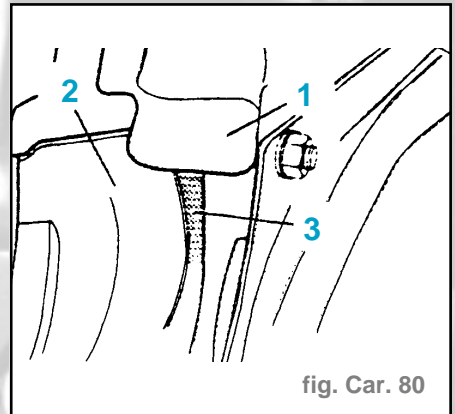

fig. Car. 80
- Commencer par ajuster le côté gauche de la partie intérieure de la jupe arrière (fig CAR 80)